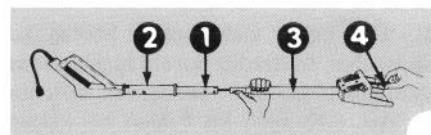

Abbildung 3
4. Griffeinheit auf ebenem Boden flachstellen. Mittleren Handgriff vom unteren Griffholm wegnehmen und auf oberen Griffholm schieben (Abb. 3).
5. Oberen Griffholm mit unterem Griffholm ausrichten. Mit einer Hand das Griffanschlusssteil festhalten, und mit der anderen Hand den unteren Griffholm in den oberen Griff schieben (Abb. 3). Löcher aufeinander ausrichten. Mittleren Plastikgriff in Montageposition bringen und mit den Löchern in den Griffholmen ausrichten.